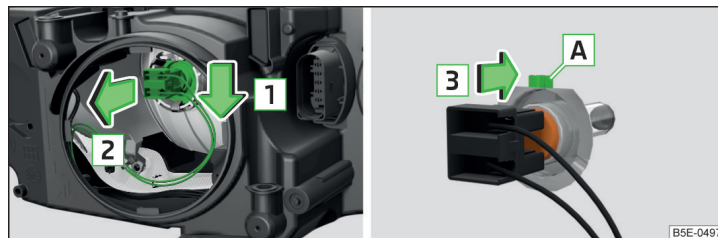

Fig. 225 Faruri cu halogen: Bec pentru lumina de întâlnire
- Desprindeți conectorul, împreună cu becul cu incandescență, în sensul săgeții **1** » fig. 225.
- Introduceți un bec cu incandescență nou în așa fel, încât elementul de fixare **A** » fig. 225 de pe becul cu incandescență să se potrivească în degajarea de pe reflector.